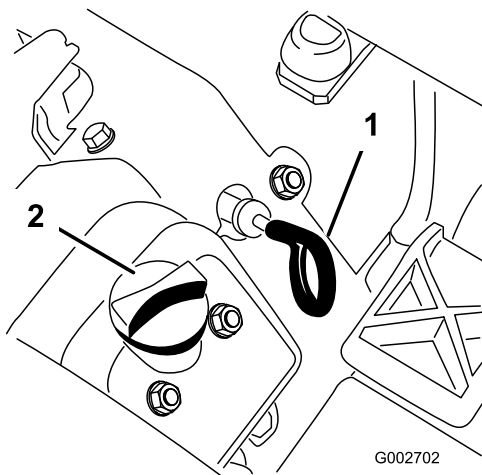

Figura 25
3. Saque la varilla (Figura 25) y límpiela con un paño limpio.